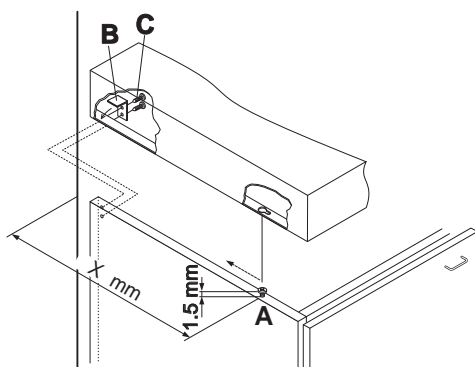

Fig. 4
**Para la fijación de los planos serie BP, realice las siguientes operaciones (fig. 4):**
- enrosque en el mueble dos tornillos "A" (suministrados de serie) a una distancia adecuada de la pared trasera (fig. 4), dejando las cabezas de los tornillos que sobresalgan 1,5 mm de la madera.